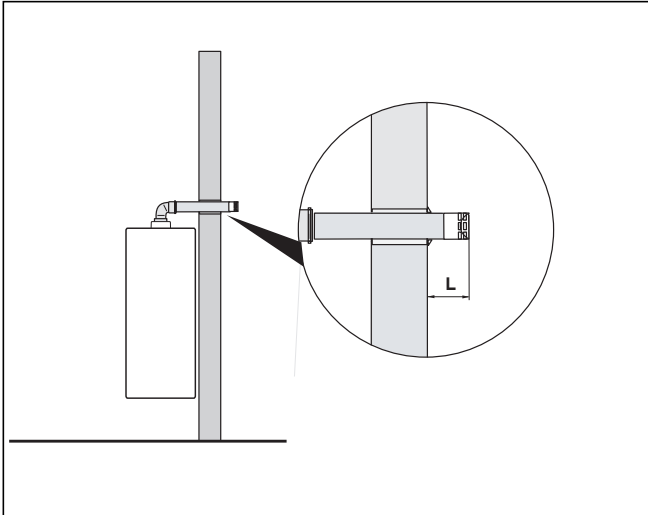

Fig. 5.4 Distancia entre pared y cortavientos tomando como ejemplo un tejado horizontal
- Para garantizar el funcionamiento correcto del aparato, mantenga necesariamente la medida $L = 135 \text{ mm}$ (fig. 5.4) en la instalación.